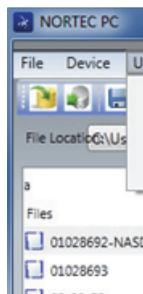
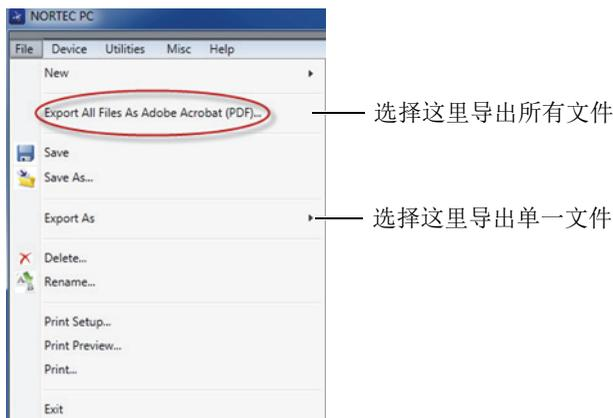

图 6-14 NORTEC PC 软件窗口左侧窗格中的文件
图 6-15 文件菜单
- ◆ 在 NORTEC PC 软件窗口的左窗格中选择文件（参见第 295 页的图 6-14），然后选择 **Export As（导出为）> PDF**（参见第 296 页的图 6-15）。
- ◆ 在 NORTEC PC 软件的 **File**（文件）菜单中，选择 **Export All Files As Adobe Acrobat (PDF)**（以 PDF 格式导出所有文件）（参见第 296 页的图 6-15）。